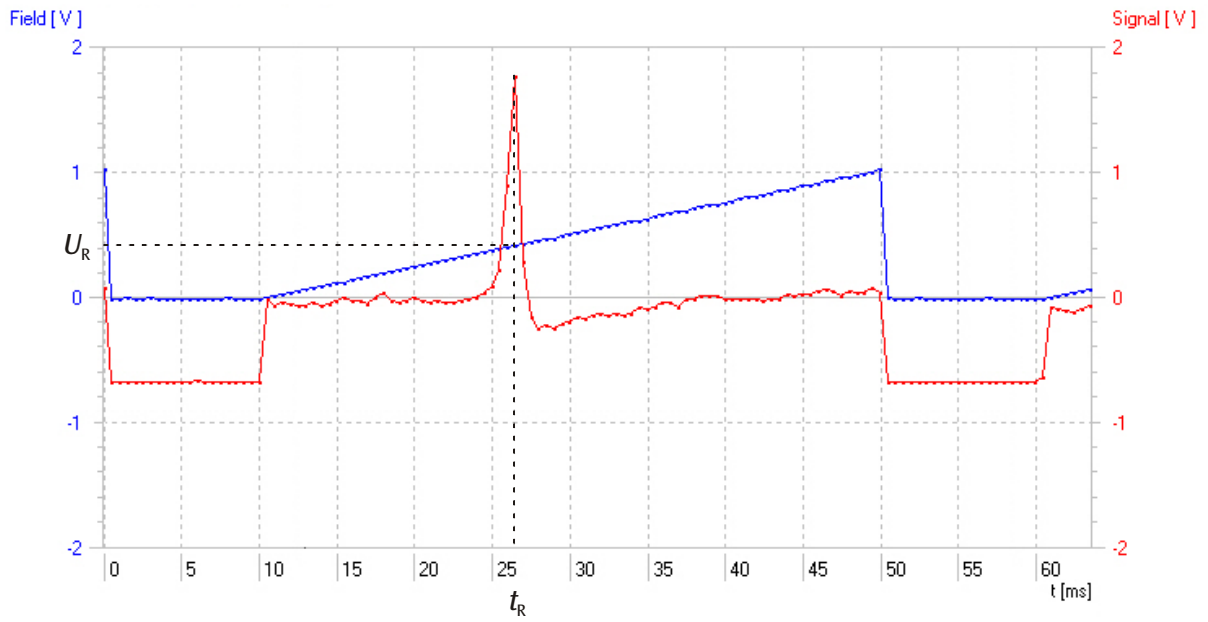

Fig. 6 Decurso do sinal em 40 MHz (vermelho: sinal de absorção como função do tempo, azul: bobina de tensão como função do tempo)
- Anotar a ressonância da tensão das bobinas  $U_R$  e a ressonância de frequência  $\nu_R$  pertencente (ver Fig. 6).